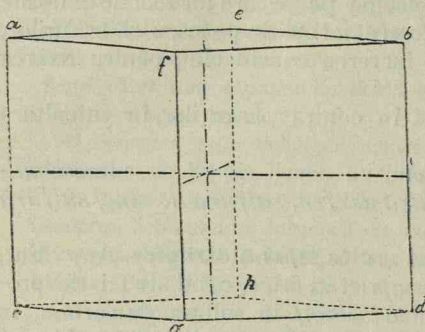

Fig. 93. Prisma ortorombică.
*ortorombică*, care înseamnă *prismă rombică dreaptă*. Când ținem prismă în mână, axa mare trebuie să fie verticală, iar celelalte două orizontale; dintre acestea cea mijlocie trebuie să meargă dela dreapta la stânga observatorului (ca pe fig. 93) iar cea scurtă să fie îndreptată în spre acesta. Numai astfel ținând-o, putem observa cel mai mare grad de simetrie (cum e în dreapta, e și în stânga, cum e sus și jos).